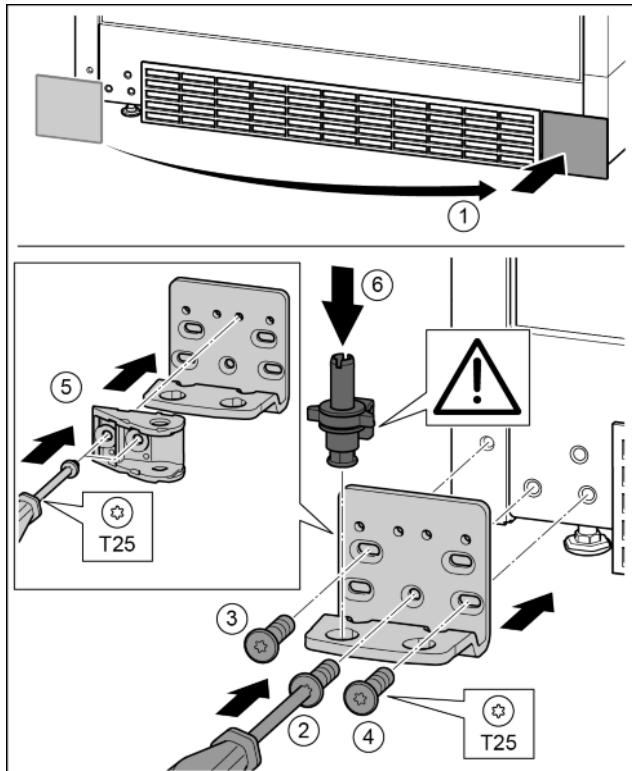

Fig. 33
- ▶ Снять крышку и поставить с другой стороны. Fig. 33 (1)
- ▶ Установить опорный кронштейн с другой стороны и прикрутить с помощью отвертки T25. Начинать с винта 2 в центре. Fig. 33 (2)
- ▶ Затянуть винты 3 и 4. Fig. 33 (3, 4)
- ▶ Повернуть соединительный элемент амортизатора закрывания дверей на 180°. Прикрутить с другой стороны опорного кронштейна с помощью отвертки T25. Fig. 33 (5)
- ▶ Снова установить опорный палец в сборе. При этом следить за тем, чтобы выступ фиксатора был направлен назад. Fig. 33 (6)